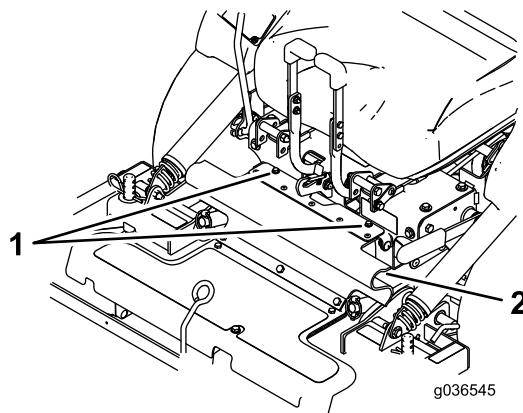

Bild 9
2. Lösen Sie die Schrauben, mit denen die Schutzvorrichtung befestigt ist (**Bild 9**).
3. Befestigen Sie die Schutzvorrichtung mit den Schrauben (Bild 9).